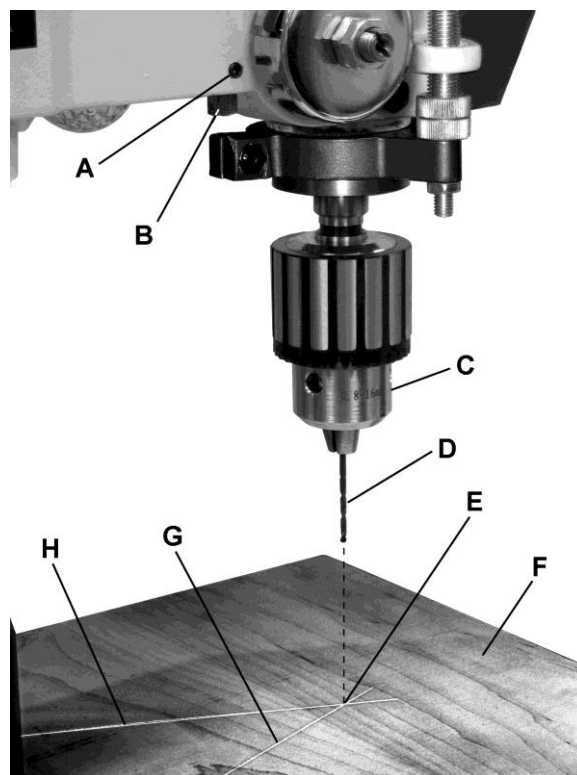

Рис. 19
Для настройки лазера (см. рис. 19):
1. Зажмите в патрон (С) небольшое сверло (D), а на рабочий стол положите плоский деревянный брусок (F). Убедитесь, что брусок не будет смещаться в процессе настройки лазера, при необходимости закрепите его. Обратите внимание: Стол станка должен быть надежно зафиксирован в горизонтальном положении.
4. С помощью шестигранного ключа 3 мм ослабьте установочные винты (А) с обеих сторон лазерного блока (на рис. 19 показана только левая сторона).
5. Отрегулируйте (В) так, чтобы луч лазера (G) проходил через отметку (Е). Затяните установочный винт (А).